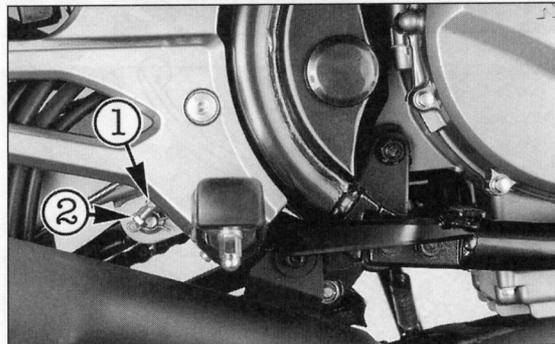

Bild 56
- Pedalhöhe nach Lockern der Gegenmutter ① Bild 56 und Drehen der Einstellspindel ② einstellen.